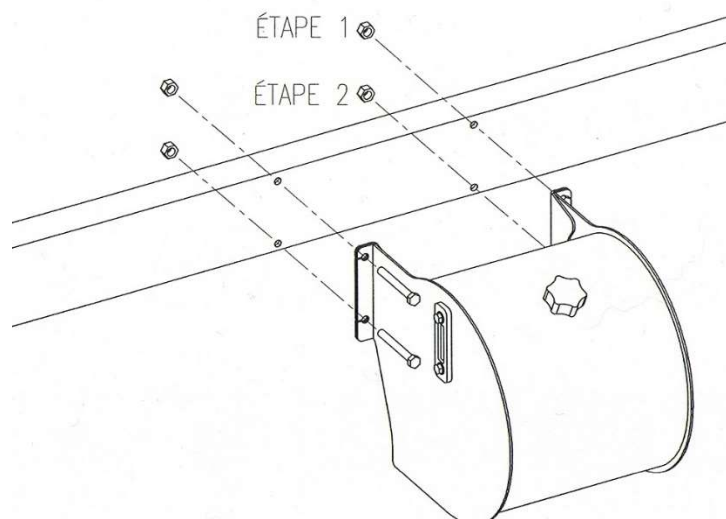

Figure 12 – Installation du réservoir
Utilisez des trous existants sur le bâti du camion, si possible. Sinon, percez deux (2) trous en vous référant aux trous supérieurs du réservoir puis, boulonner temporairement le réservoir par ceux-ci. Voir figure 12.
Une fois fixé, assurez-vous que le réservoir est de niveau puis, percez les deux (2) autres trous. Boulonnez. Voir figure 12.